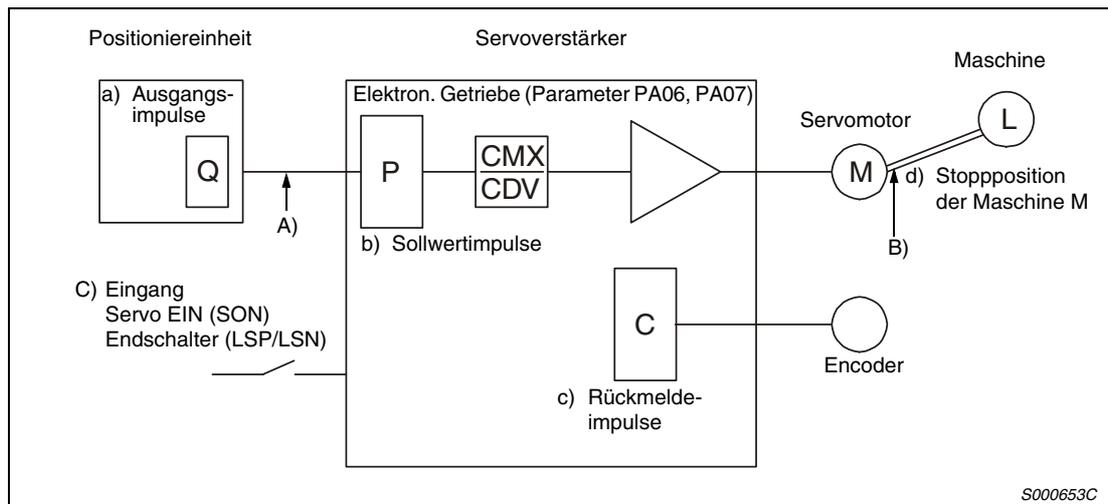

Abb. 8-1: Übersichtsdiagramm
- die Regelabweichung, siehe Abb. 8-1.